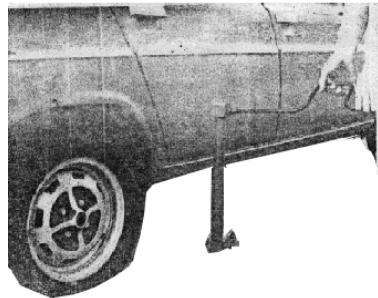

Fig. 2
- Soulever les roues une à une et mettre une chandelle (fig. 2).